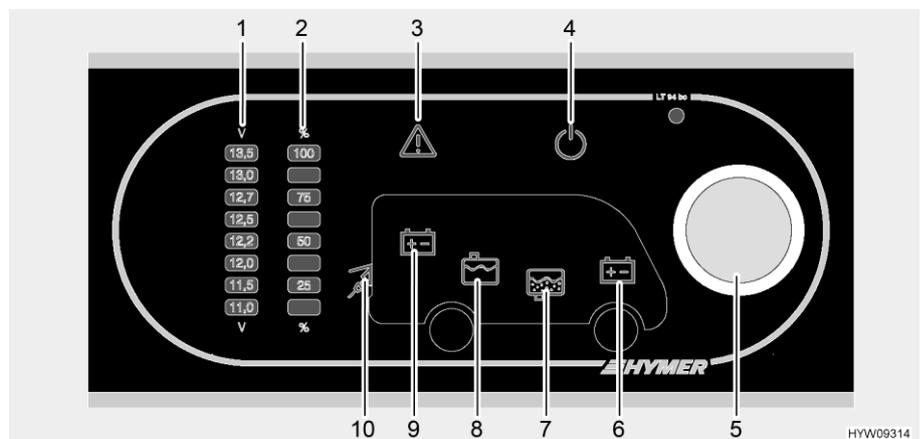

Fig. 144 Panneau de contrôle (LT 94)
Le bouton rotatif (Fig. 144,5) allume ou éteint le panneau de contrôle et l'alimentation 12 V de la cellule.
Allumer : ■ Appuyer sur le bouton rotatif (Fig. 144,5) : L'alimentation 12 V de la cellule est assurée. Le voyant de contrôle 12 V (Fig. 144,4) est allumé.
Éteindre : ■ Appuyer sur le bouton rotatif (Fig. 144,5) : L'alimentation 12 V de la cellule est coupée. Le voyant de contrôle 12 V (Fig. 144,4) s'éteint.
Le bouton rotatif (Fig. 144,5) permet de s'informer sur la tension de la batterie de cellule ainsi que sur celle de la batterie de démarrage. La tension est indiquée sur le cadran de la tension de batterie (Fig. 144,1).
Affichages : ■ Tourner le bouton rotatif (Fig. 144,5) jusqu'à ce que le symbole de la batterie dont on désire connaître la tension s'allume.
La tension de la batterie de cellule est indiquée (Fig. 144,9)
La tension de la batterie de démarrage est indiquée (Fig. 144,6)
- Relever la tension sur le cadran de la tension de batterie (Fig. 144,1).
Le bouton rotatif (Fig. 144,5) permet de s'informer sur le niveau du réservoir d'eau ainsi que sur celui du réservoir d'eaux usées. Le niveau est indiqué sur le cadran de niveau du réservoir (Fig. 144,2).
- Tourner le bouton rotatif (Fig. 144,5) jusqu'à ce que le symbole du réservoir dont on désire connaître le niveau s'allume.
Affichage du niveau de remplissage du réservoir d'eau (Fig. 144,8)
Affichage du niveau de remplissage du réservoir d'eaux usées (Fig. 144,7)
- Relever le niveau sur le cadran de niveau du réservoir (Fig. 144,2).
Le voyant d'alerte Alarme (Fig. 144,3) clignote dès que des seuils définis sont dépassés vers le haut ou le bas.
Le voyant d'alerte Alarme (Fig. 144,3) clignote dès que la tension de la batterie n'atteint plus 11 V. Quand l'alimentation 12 V est active, le symbole de batterie correspondant (Fig. 144,6 ou 9) est de plus allumé et l'affichage "11,0" clignote sur le cadran de la tension de batterie (Fig. 144,1). Menace de décharge profonde.
Le voyant d'alerte alarme (Fig. 144,3) clignote et le symbole de réservoir correspondant (Fig. 144,7 ou 8) s'allume dès que le réservoir d'eau est vide ou celui des eaux usées plein.
Le voyant de contrôle 230 V (Fig. 144,10) s'allume si l'arrivée du bloc électrique est sous tension de réseau.